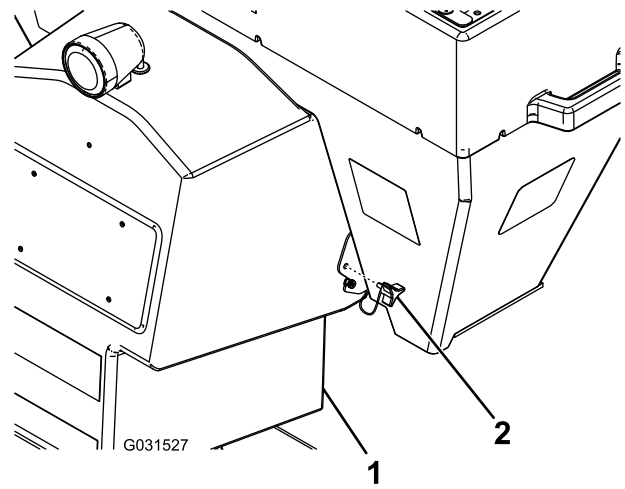

Bild 10
3. Befestigen Sie den Tellerstreuer am Streuer und befestigen ihn mit Daumenschrauben (Bild 10).